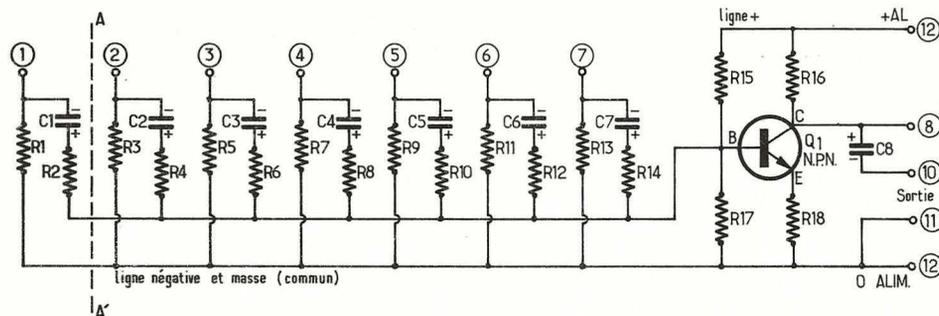

Figure 2
Voici à la figure 2, le schéma d'un mélangeur de la première catégorie dont le montage comprend, à titre d'exemple, sept entrées, mais l'expérimentateur peut aussi bien réduire ou augmenter autant qu'il voudra le nombre des entrées. Ainsi, pour supprimer une entrée, il suffira de supprimer la partie à gauche de la ligne pointillée AA'.
Considérons le schéma de la figure 2 et plus particulièrement le premier circuit (entrée 1) monté à gauche du pointillé. L'entrée se fait entre point (1) et la ligne de masse.
En général, le montage de la figure 2 convient très bien pour des microphones, enregistreurs ou autres sources de signaux BF. Le dispositif de mélange est réalisé par  $Q_1$  qui reçoit très bien les signaux appliqués aux entrées, après leur réduction, sur la base. Celle-ci est polarisée par le diviseur de tension  $R_{15}$ - $R_{17}$ . La charge de collecteur est  $R_{16}$  et c'est aux bornes de cette résistance qu'apparaît la tension correspondant aux signaux mélangés.
En plus de la possibilité de faire varier le nombre N des entrées, d'autres modifications sont admissibles pour le montage de la figure 2.